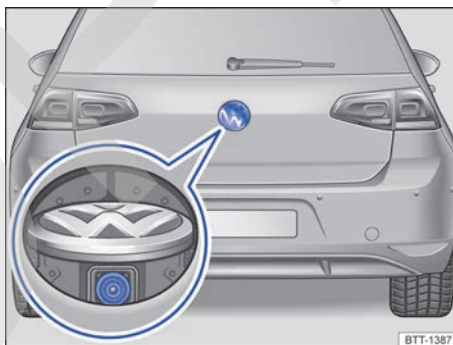

Fig. 145 En el portón del maletero: ubicación de la cámara del asistente de marcha atrás.
Una cámara incorporada en el portón del maletero → fig. 145 asiste al conductor al aparcar marcha atrás o al maniobrar. La imagen de la cámara se visualiza junto a unas líneas de orientación proyectadas por el sistema en la pantalla del sistema de infotainment montado de fábrica.
- ✓ La imagen tiene que ser fiable y clara, por ejemplo, se deberá tener buena visibilidad y la lente de la cámara deberá estar limpia → fig. 145.
Las imágenes de la cámara → fig. 145 (imagen ampliada) son solo bidimensionales. Por falta de profundidad espacial, es difícil o imposible apreciar en la pantalla las depresiones que pueda haber en el suelo, los objetos que sobresalgan del suelo o las piezas que sobresalgan de otros vehículos.
Mantenga la lente de la cámara → fig. 145 (imagen ampliada) limpia y libre de nieve y hielo: